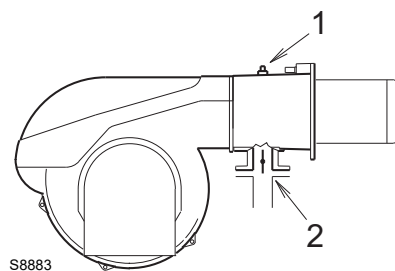

Рис. 21
Давление газа, измеряемое на штуцере 1)(Рис. 21), с:
Давление газа на штуцере 1) (Рис. 21) = 8,0 мбара
Для того, чтобы узнать давление газа, необходимое на штуцере 1)(Рис. 21), определив максимальную мощность модуляции, при которой должна работать горелка:
- Посмотреть справа в колонке 1 давление на штуцере 1)(Рис. 21).
необходимое давление на штуцере 1)(Рис. 21).